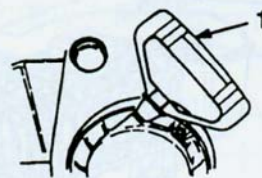

图 17
- 启动绳(图17)——拉启动绳以启动发动机。
7. 握住启动绳手柄，慢慢拉出，直到感到有阻力时，再用力拉以启动发动机。(图 17)